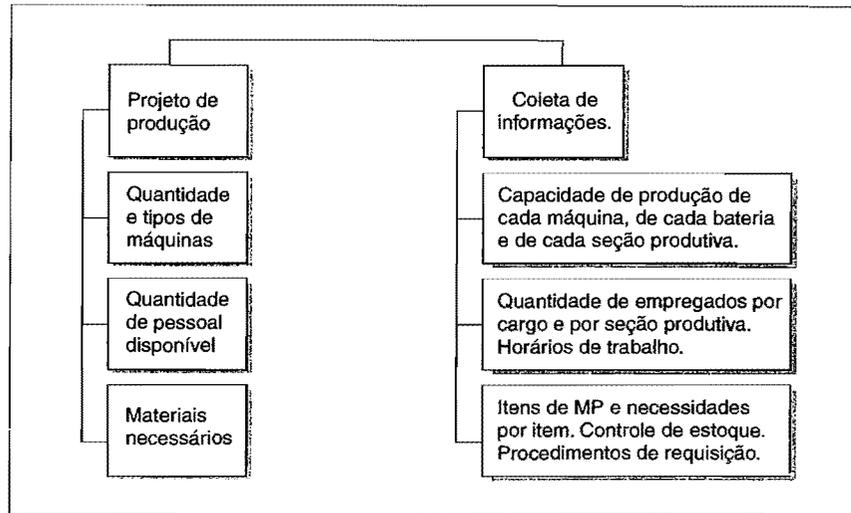

FIGURA 4.3. O arcabouço do projeto de produção e da coleta de informações.
montagem do Plano de Produção (PP). A Figura 4.3 dá uma idéia da relação entre o projeto de produção e a coleta de informações.